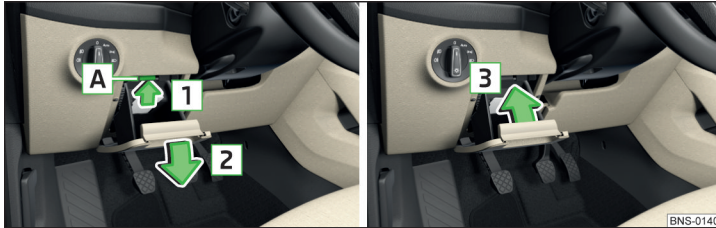

Abb. 362 Ablagefach auf der Fahrerseite
- › Die Sicherung **A** in Pfeilrichtung **1** » Abb. 362 drücken und das Fach in Pfeilrichtung **2** aufklappen.